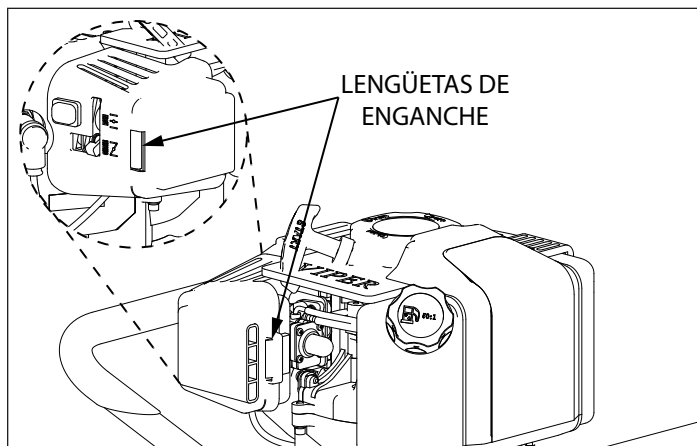

Figura 4
2. Para retirar la cubierta del filtro de aire, apriete las lengüetas de retención en ambos lados de la cubierta. **CONSULTE LA FIGURA 4.**